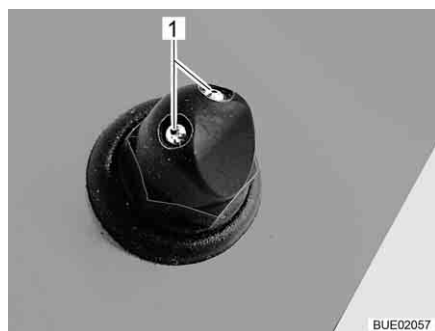

Fig. 42 Ugelli lavavetro (variante 1)
- Servendosi di un oggetto appuntito, regolare gli ugelli lavavetro (Fig. 42,1) fino a raggiungere la posizione desiderata.